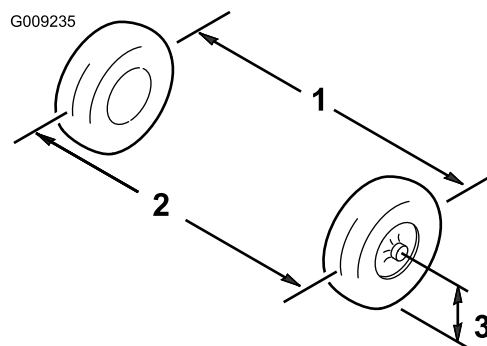

図 45
1. 前輪の前と後ろで、左右のタイヤの中央線間距離を測る計測はアクスルの高さで行う(図 45)。